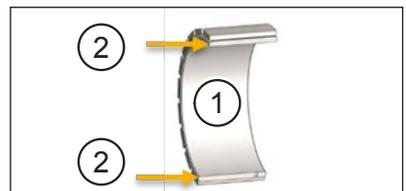

Abb. 13: Druckpunkte am Innenring
- Drücken Sie nur auf den Innenring (Pos. 1 in Abb. 13) des Rotors, wenn Sie diesen auf die Welle aufschieben. Die Druckpunkte (Pos. 2 in Abb. 13) sollen dabei gegenüberliegen.